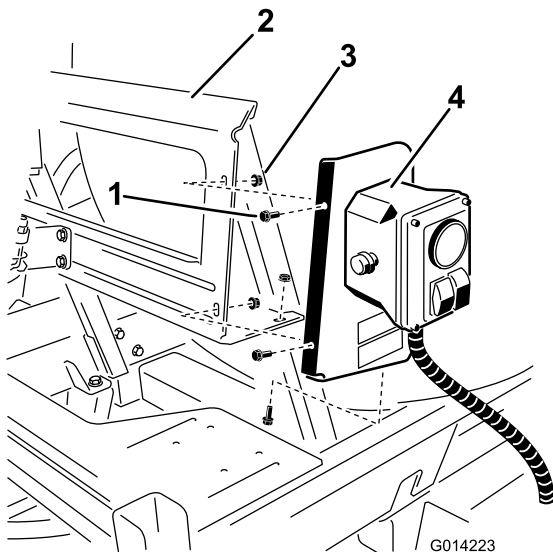

図 8
2. このアセンブリを、ブラケットに取り付ける；ボルト (1/4 x 5/8 インチ) 3本とロックナット (1/4 インチ) 3個を使用する (図 8)。